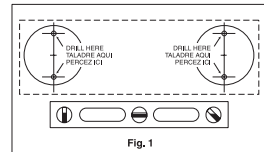

Fig. 1
- Use the template for positioning. Place the template on the wall in the desired location. **Fig. 1.** Check that the template is level. Mark the screw locations in the centers of the holes. On ceramic tile, try to locate the mounting hole locations on a grout line. If mounting into ceramic tile, place masking tape on the mounting area before marking the location to prevent the drill bit from sliding across the tile. To drill through ceramic tile, obtain a 1/4" diameter carbide drill bit.
- Use la plantilla para instalar. Pon la plantilla en la posición deseada. **Fig. 1.** Asegúrese de que la plantilla esté nivelada. Marque el lugar de los tornillos en el centro de los orificios. Si instala sobre azulejo, trate que los agujeros queden sobre las líneas de unión del azulejo. Para taladrar a través del azulejo use una broca con punta de carburo de 0,6 cm (1/4") y use masking tape para evitar que la broca se resbale.
- Utilisez le gabarit comme guide. Placez le gabarit sur le mur où vous voulez installer. **Fig. 1.** Assurez-vous que le gabarit est bien au niveau. Marquez la position des vis dans le centre des trous. Sur les carreaux de céramique, essayez de faire correspondre les trous de fixation avec un joint de coulis. Si vous devez percer les carreaux de céramique, appliquez du ruban-câche sur ceux-ci pour empêcher le foret de glisser. Utilisez un foret en carbure de 0,6 cm pour percer dans des carreaux en céramique.